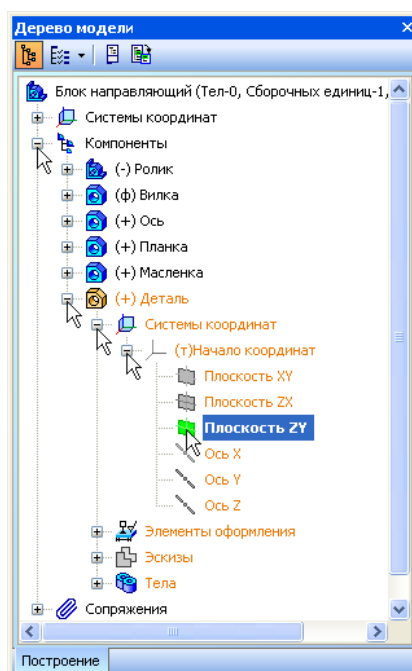

Рисунок 6.
- В Дереве модели раскройте "ветви" Компоненты – Деталь – Системы координат – Начало координат и укажите Плоскость ZY (рис.6).